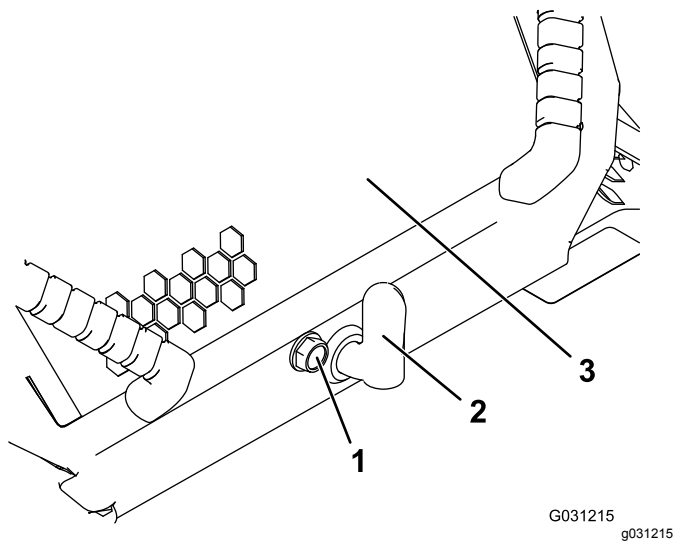

Figura 39
1. Allentate la vite di bloccaggio del cofano (Figura 39)
2. Girate il fermo del cofano in senso orario (Figura 39).
3. Alzate le maniglie per sollevare il cofano (Figura 39).
3. Serrate la vite di bloccaggio del cofano per fissare il dispositivo di chiusura (Figura 39).